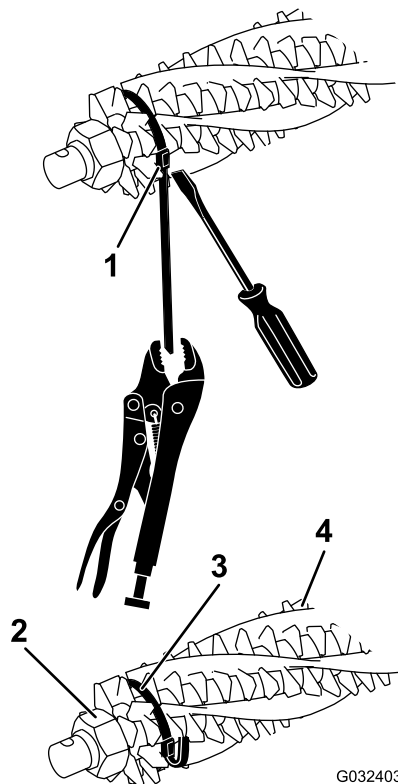
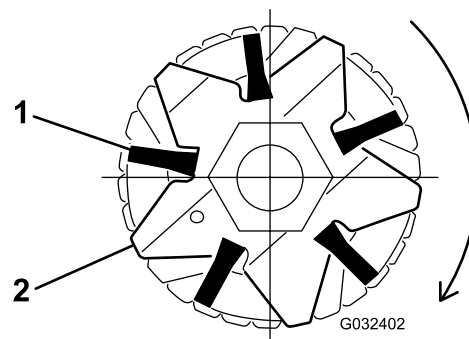

図 17
図 19
2. グルーマシャフトの左右の端で、グルーマブレード保持ナットをゆるめる 図 17。
4. ブラシがグルーマ刃のスロットにきちんと入っていることを確認する 図 17 と 図 19。
5. 図 17 に示すように、グルーマリールのシャフトとブラシにストラップを巻きつけ、ブラシについている溝にストラップを入れる 図 19。
**注** ブルーマのブラシが刃のスロットに正しく嵌まっていない場合には、グルーマシャフトの両端についているグルーマ刃の固定ナットをゆるめ、ブルーマブラシの位置を正しく刃のスロットに調整しなおしてからグルーマブレード保持ナットを締め付ける 図 17。
7. 各ストラップについて、バックルをドライバねじ回しで押えながら、ロックプライヤーでストラップをつかみ、ストラップを引っ張ってブラシの溝に完全に嵌める 図 17。